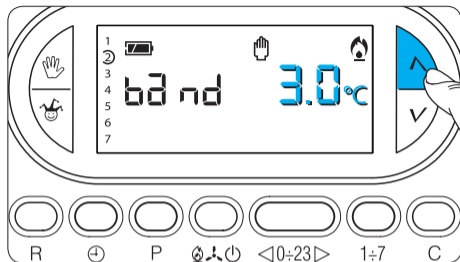

Fig. 72
19.12 - Premere il pulsante **^** (avanti) o (indietro) **v** (fig. 72) per modificare la Banda Proporzionale tra 1 e 3 °C.